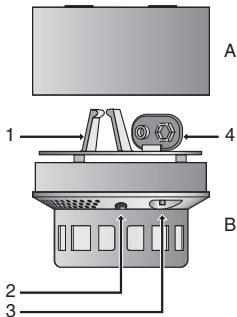

Abb. 1 Montage
- Den Temperaturwächter (Abb. 1, B) durch Drehen nach links aus dem Sockel (A) nehmen.